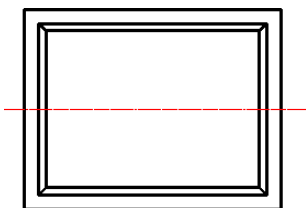

图 17.5.7 绘制水平中心线
(1) 绘制图 17.5.7 所示的水平中心线。在“图层”工具栏中选择“中心线层”图层；选择下拉菜单 **绘图(D)** → **直线(L)** 命令，过矩形垂直边线的中点绘制图 17.5.7 所示的水平中心线。